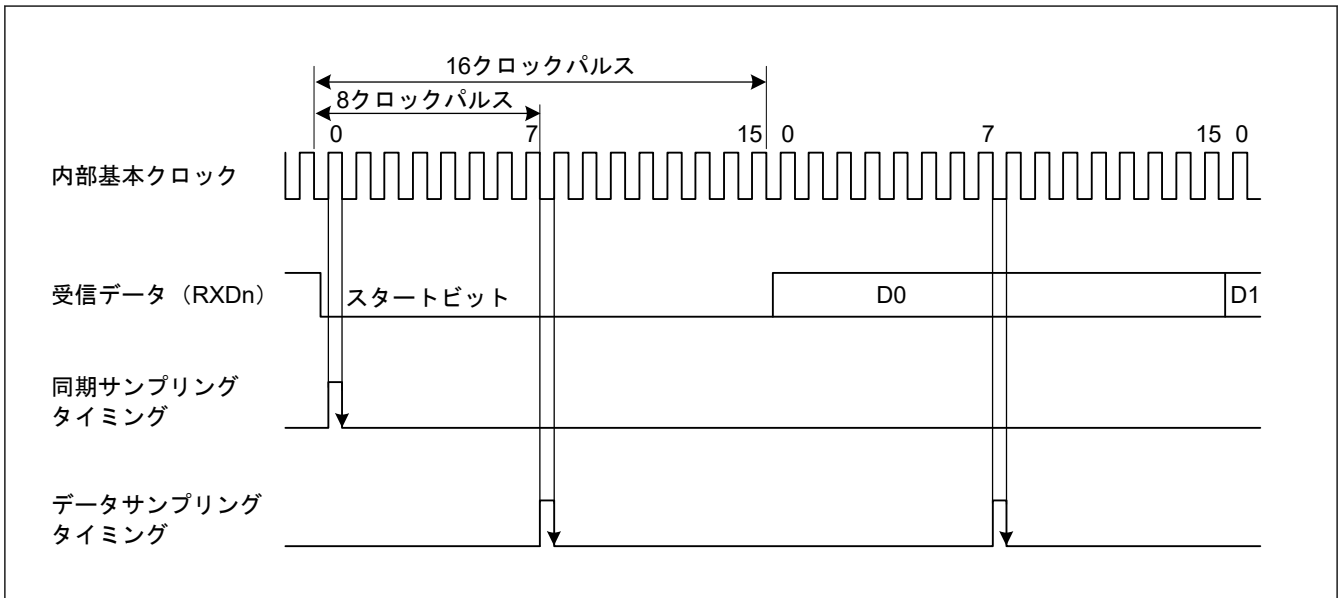

図 26.5 調歩同期式モードでの受信データサンプリングタイミング
また、図 26.5 に示すように、受信データは基本クロックの 8 パルス目(注1)の立ち上がりエッジでサンプリングされるため、各ビット (サンプリング時間を調整しない場合 (CCR4.ASEN = 0 または CCR4.ASEN = 1 かつ CCR4.AST[2:0] = 000b)) の途中でデータが取り込まれます。調歩同期式モードでの受信マージンは以下の式 (1) のように表すことができます。
スタートビットの決定条件は、Low 状態がビットの中間点より後ろまで続くことです。サンプリングタイミングと同様です。図 26.5 では、スタートビットを検出するためには Low 状態が 8 サイクルより長く続く必要があります。Low 状態が 8 サイクルより長く続かなかった場合は、IP はこれをノイズと判断します。したがって IP はスタートビットの受信待機をしません。